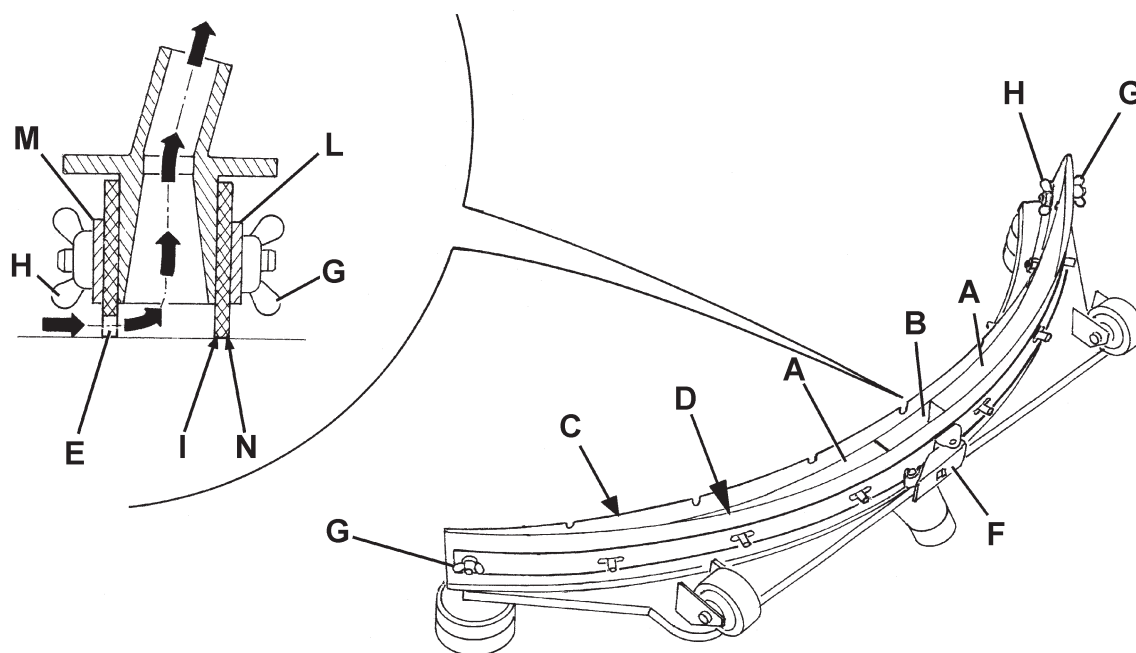

Figure 3
2. Introduire la clé de contact (41) et la tourner sur "I".
3. Baisser l'embouchure (12) en appuyant sur l'interrupteur (36).
4. Positionner la clé de contact (41) sur "0".
5. Déconnecter le tuyau d'aspiration (11) de l'embouchure.
6. Desserrer les boutons (15) et déposer l'embouchure (12).
7. Laver et nettoyer l'embouchure. Nettoyer en particulier les compartiments (A, Fig. 3) et l'orifice (B) de la saleté et des déchets. Contrôler que la lamelle en caoutchouc avant (C) et la lamelle en caoutchouc arrière (D) sont intactes et qu'elles ne présentent pas de coupures ou déchirures ; dans le cas contraire, les remplacer.
2. Contrôler que les bords (E et N, Fig. 3) de la lamelle en caoutchouc avant (17) et de la lamelle en caoutchouc arrière (18) se posent simultanément sur le plan, et en toute leur longueur dans le cas contraire, régler leur hauteur en procédant comme suit :
- Décrocher le dispositif de retenue (F) et desserrer les écrous papillons (G) et régler la lamelle en caoutchouc arrière (D) ; puis serrer les écrous papillons et accrocher le dispositif de retenue.
- Desserrer les écrous papillons (H) et régler la lamelle en caoutchouc avant (C), puis serrer les écrous.
3. Contrôler que la lamelle en caoutchouc avant (C) et la lamelle en caoutchouc arrière (D) sont intactes et qu'elles ne présentent pas de coupures ou déchirures ; dans le cas contraire, les remplacer en procédant comme suit. Contrôler que l'arête (I) de la lamelle en caoutchouc arrière n'est pas usée ; dans le cas contraire, tourner la lamelle en caoutchouc, en remplaçant l'arête usée avec l'une des trois arêtes intactes. Si toutes les arêtes sont usées, remplacer la lamelle en caoutchouc en procédant comme suit :
- Décrocher le dispositif de retenue (F) et enlever les écrous papillons (G) et la bande de retenue (L), puis remplacer (ou tourner) la lamelle en caoutchouc arrière (D). Pour la repose, procéder dans l'ordre inverse de la dépose.
- Enlever les écrous papillons (H) et la bande de retenue (M), puis remplacer la lamelle en caoutchouc avant (C). Pour la repose, procéder dans l'ordre inverse de la dépose.
4. Installer l'embouchure (12) et serrer les boutons (15).
5. Connecter le tuyau d'aspiration (11) à l'embouchure (12).
6. Si besoin est, régler le bouton de réglage (16) de l'équilibrage de l'embouchure.